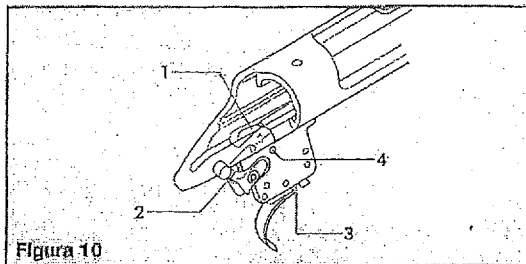

Figura 10
6. Rocíe con aceite Rem™ el cajón de mecanismos y los cuatro puntos del mecanismo del gatillo. Vea la Figura 10. Deje reposar durante 15 minutos. Rocíe otra vez para lavar los componentes. Sacúdolos para eliminar el exceso de lubricante.